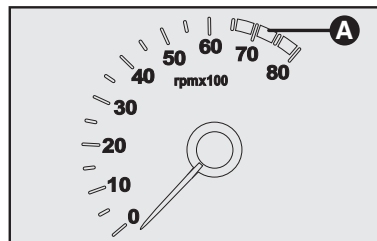

fig. 24
**CONTA-GIROS** (disponível para algumas versões) - fig. 24
O ponteiro sobre a marca vermelha **A-fig. 24** indica um regime de rotações muito elevado, que pode causar danos ao motor e, portanto, deverá ser evitado.